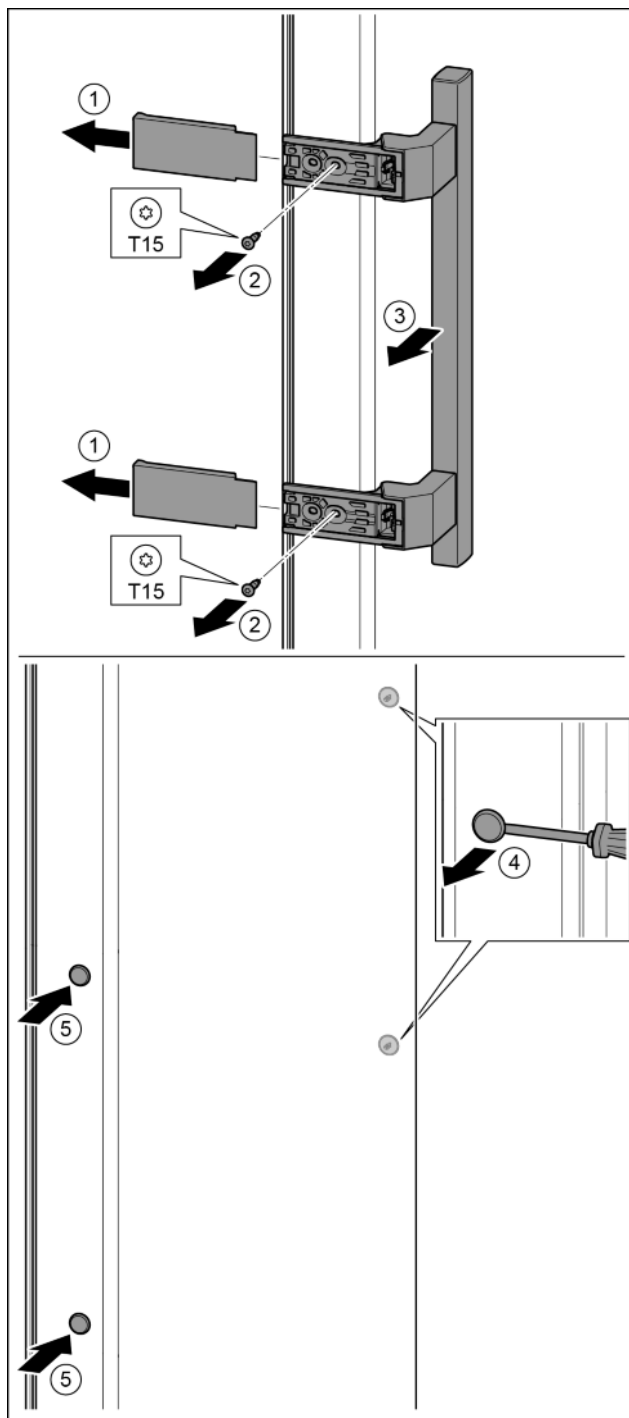

Fig. 21
- ▶ Retirer le cache. Fig. 21 (1)
- ▶ Desserrer les vis avec un tournevis T15. Fig. 21 (2)
- ▶ Déposer la poignée. Fig. 21 (3)
- ▶ Soulever délicatement le bouchon latéral avec un tournevis plat et le sortir. Fig. 21 (4)
- ▶ Remettre en place le bouchon de l'autre côté. Fig. 21 (5)